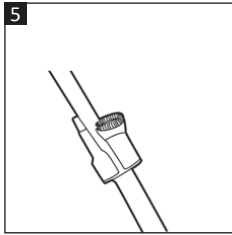

Fig. 5
- Le support d'accessoires (3) peut être clipsé sur le tube télescopique (20) pour garder les accessoires de nettoyage à portée de main pendant le nettoyage (Fig. 5).